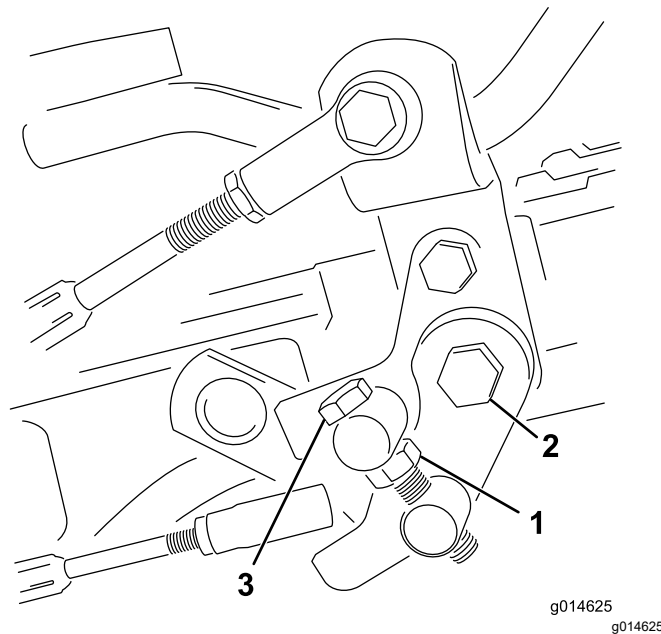

図 51
1. トラニオンボルトのジャムナットをゆるめる図 51。
4. トラニオンボルトのジャムナット、およびペダルピボットのナットを締め付けて調整を固定する図 51。調整を確認し、必要に応じて再調整する。